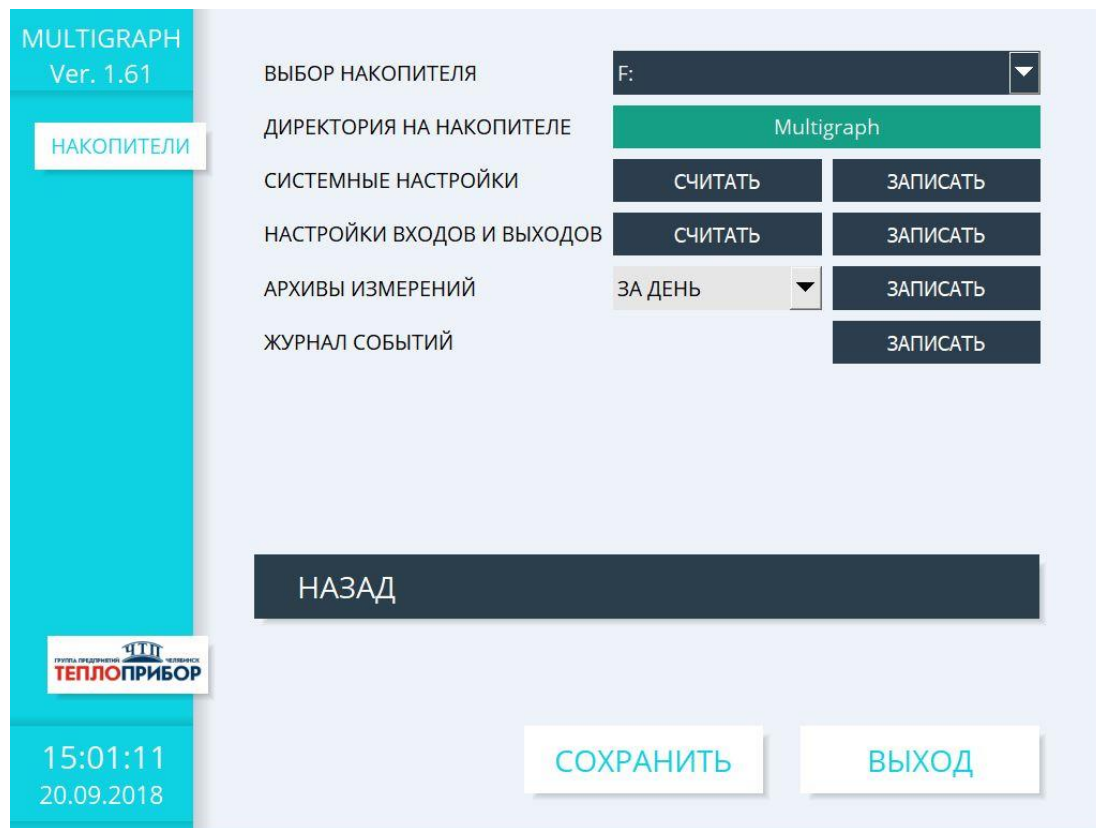

Рисунок. 1.4 – Меню настроек записи во внешний накопитель данных прибора «Мультиграф»
1.4.3.9 Для входа в меню настроек внешнего накопителя данных необходимо зайти в «Меню → Настройка → Система → Внешний накопитель данных» см. рис. 1.4.